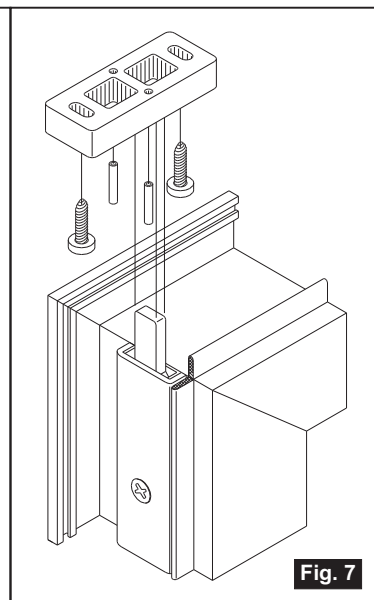

Fig. 7
- Posizionare il riscontro in zama per il puntale sulla traversa superiore del telaio utilizzando le due asole per la regolazione e le due spine elastiche $\varnothing 2.5$ per il fissaggio definitivo **Fig.7**
- Place the zamak rod end locator on the upper cross bar of the frame using the two slots to adjust it and the two spring pins $\varnothing 2.5$ to fix it **Fig.7**
- Placez la rainure supérieure en zamak sur la traverse supérieure du châssis en utilisant les deux boutonnières pour le réglage et les deux chevilles de élastiques $\varnothing 2,5$ pour le fixage final **Fig.7**
- Posicionar el elemento de apoyo en zamak para el puntal sobre la vigueta superior del armazón utilizando los dos ojitos para la regulación y las dos clavijas elásticas $\varnothing 2,5$ para la fijación definitiva **Fig.7**
* (310) = QUOTA PER ELETTROSERRATURA